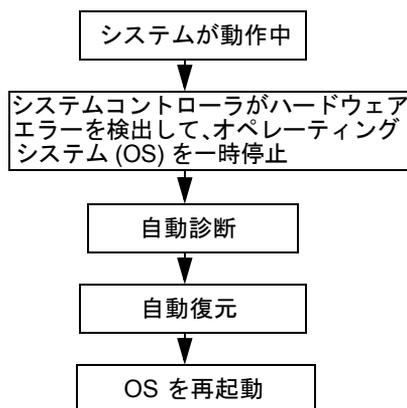

図 5-1 自動診断および回復処理
システムコントローラは、発生したハードウェアエラーの種類および診断制御の設定に応じて、図 5-1 に示すように診断処理および回復処理を実行します。ファームウェアには「自動診断」(AD) エンジンが含まれていて、サーバーの可用性に影響するハードウェアエラーを検出および診断します。
次に、図 5-1 に示す処理の概要を説明します。